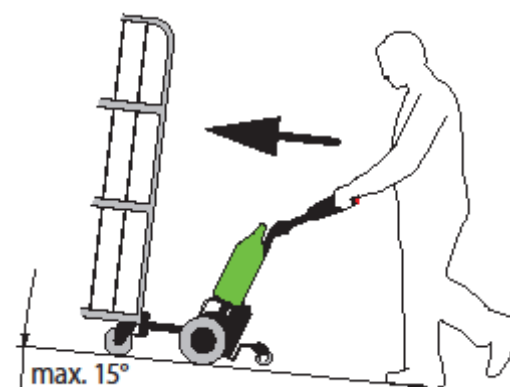

図 8
- 上り坂で運送を必要とし、Movexx が減速機能を必要とする場合は、組み合わせを押しポジションに切り替え（機会にブレーキがある場合）、物が正面に来るような体制で作業を行うようにして下さい。（図 8 参考）